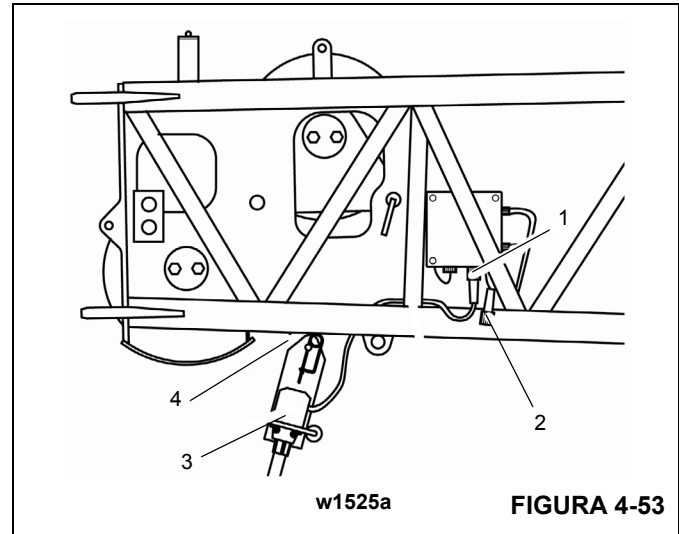

FIGURA 4-53
- Insira o plugue de curto-circuito (2) no terminal (1) para a conexão do fim de curso de elevação Figura 4-53.
- Conecte o fim de curso de elevação (3) ao suporte (4) e fixe-o com um pino de retenção. Figura 4-53
- Remova o plugue de curto-circuito (2) do terminal (1).
- Conecte o fim de curso de elevação no terminal (1).
- Ao desamarrrar os cordames deve-se inserir o plugue de curto-circuito (2) de volta no soquete (1).